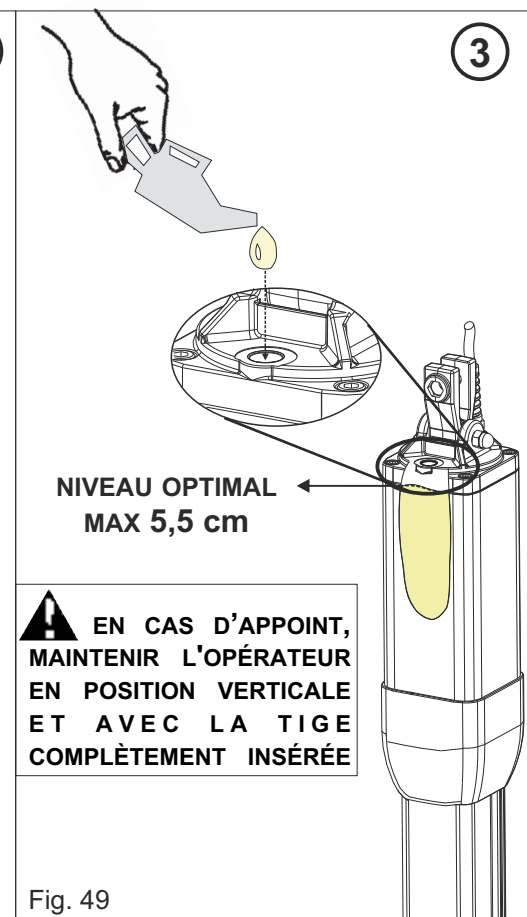

Fig. 49
- 1) Déverrouiller l'opérateur (selon la procédure de déverrouillage en Fig. 49 et Fig. 50)
- 1) Déverrouiller l'opérateur (selon la procédure de déverrouillage des Fig. 49 et Fig. 50)